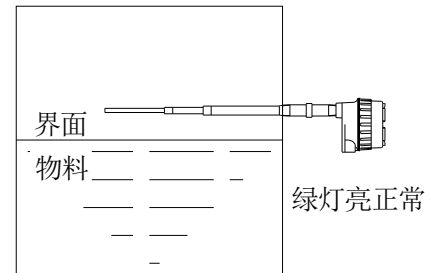

图 6.1 绝缘物料的标定 1
- 顺时针调节该旋钮至继电器恰好动作(即 LED 绿灯亮)，见图 6.1 绝缘物料的标定 1。
- 确定物料在传感器之下，即未接触物料。见图 6.1 绝缘物料的标定 1。